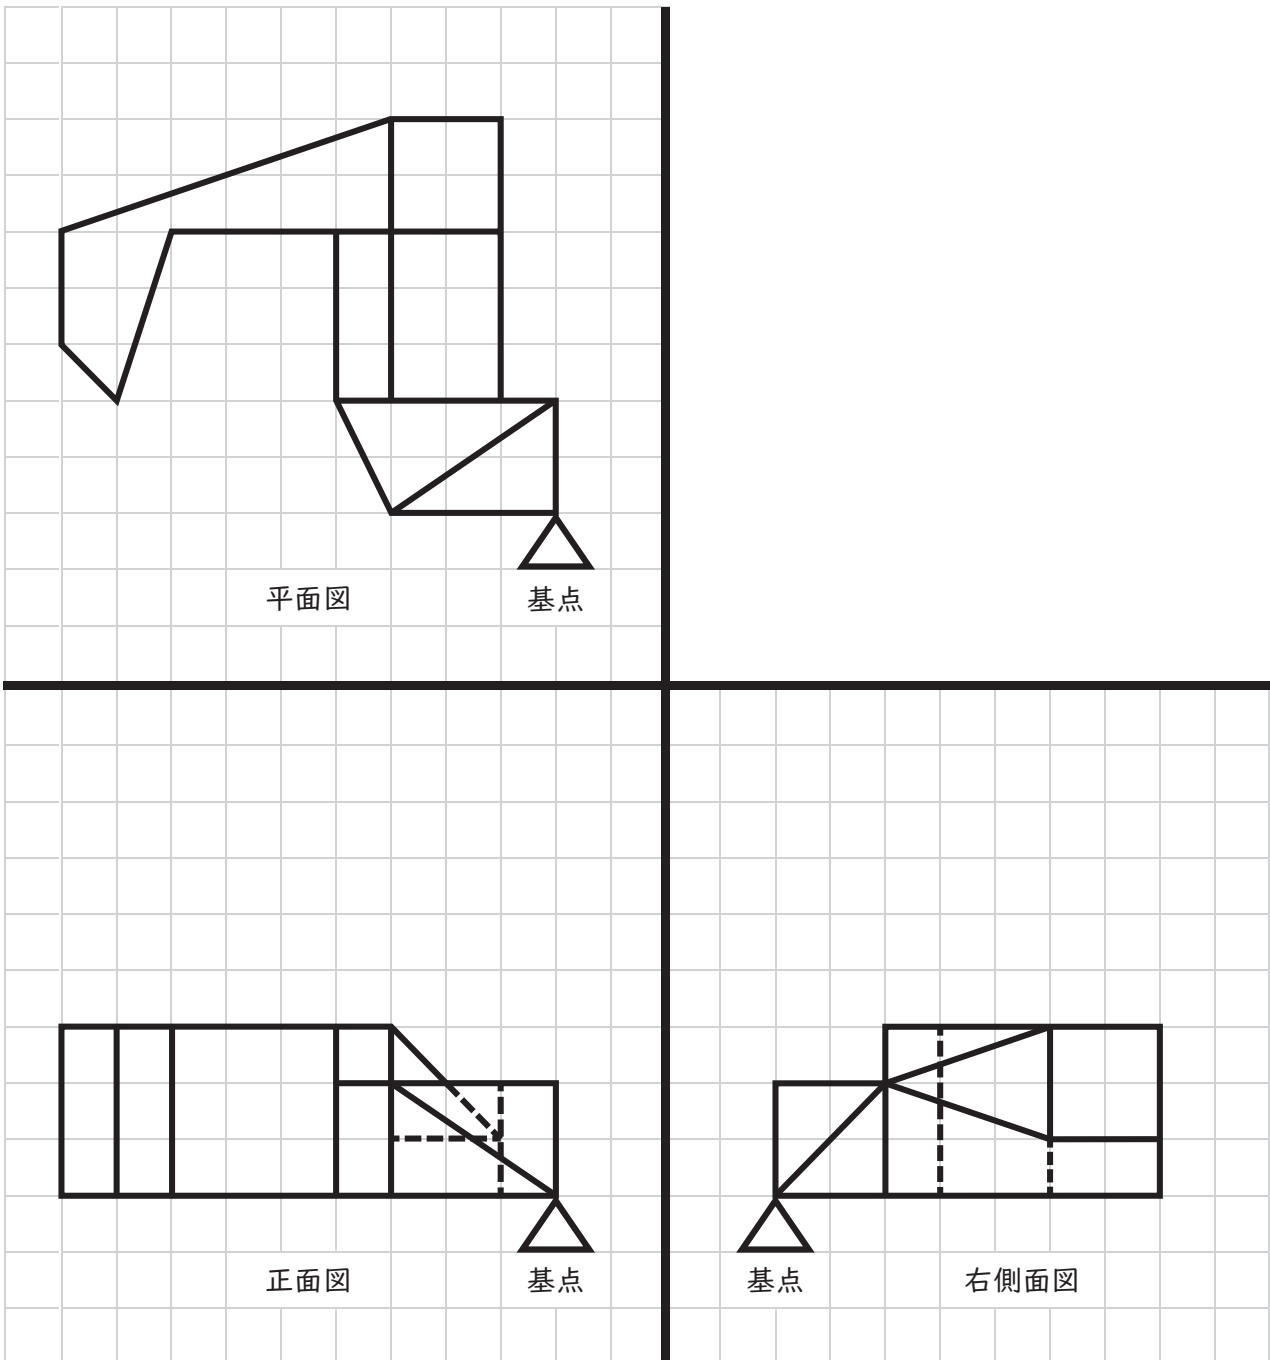

図1 正投影図(三面図)
- (1) 図1に示す物体の第三角法による正投影図(三面図)について、定規を用いて等角図(立体図)で描け。ただし、解答用紙に示す、立方体の一辺を正投影図(三面図)の1目盛とする。